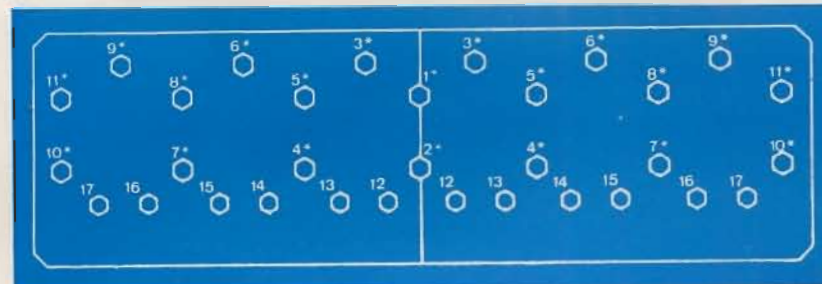

Fig. 2.3. - Orden de apriete de las tuercas de la culata
- 2.º Ajustar las tuercas marcadas con asterisco y siguiendo el orden del 1 al 11 (fig. 2.3), apretadas con llave dinamométrica tarada primero a 4 mkg. Luego siguiendo el mismo orden, apretarlas a 19 mkg, y de nuevo reapretarlas definitivamente de 24 a 25 mkg.